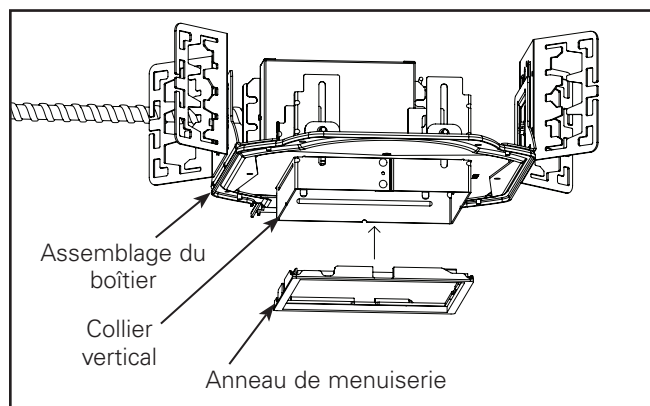

Figure 2
Étape 2 : Fixez l'anneau de menuiserie sur le boîtier, alignez les fentes de l'anneau avec le collier vertical du boîtier, poussez-le fermement vers le haut et assurez-vous qu'il est bien ajusté sur le collier du boîtier. Voir les Figures 2 et 3.